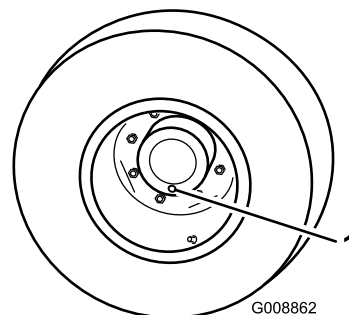

Figure 38
1. Placez la machine sur une surface plane et horizontale et tournez la roue de sorte que le bouchon de contrôle/vidange (Figure 38) se trouve à 6:00 heures.